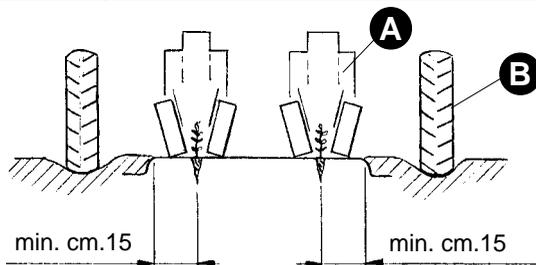
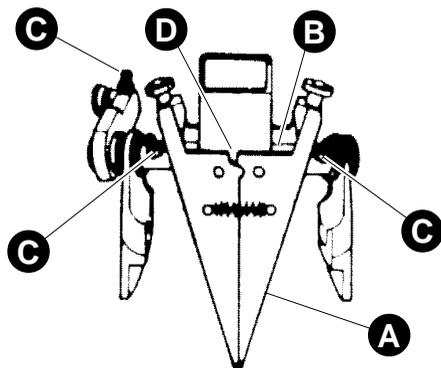

FIG. 32
FIG. 33
La unidad de trasplante debe colocarse a no menos de 15 cm del terreno que recubre el film (ver la fig. 32.A).
Se aconseja situar las ruedas de transmisión en la zanja creada por la reja de aporcar (fig. 32.B).
Controlar constantemente que las tazas perforadoras estén limpias (fig. 33.A) y que se cierren de manera correcta. De no ser así, quitar los residuos de tierra o turba que se hubieran acumulado dentro o fuera de las mismas y, **en modo particular, en la zona ilustrada en la fig. 32.B.**
- engrasar las tazas perforadoras (fig. 33.C);
- aceitar los movimientos de las semicopas (fig. 33.D);